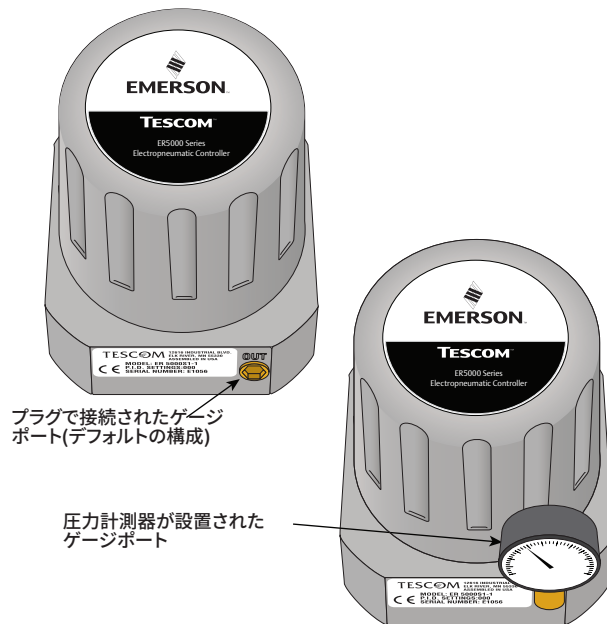

Figure 66: プラグで接続されおよび圧力計測器が設置されたゲージポート
- ゲージポートは、ゲージが設置されない場合、Figure 66で示されるように、プラグで接続されなければなりません。ゲージが設置される場合、適切にしっかりと空気を封じ込めるシールが必要です。